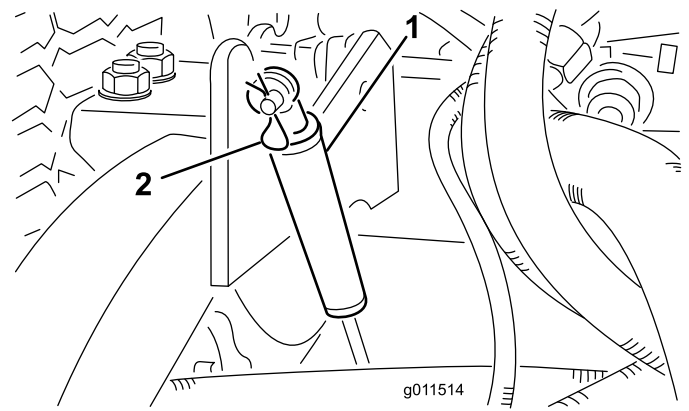

Bild 5
6. Entfernen Sie die Splinte, mit denen die Stoßdämpfer an den Mähwerk-Hubarmen befestigt sind (Bild 5).